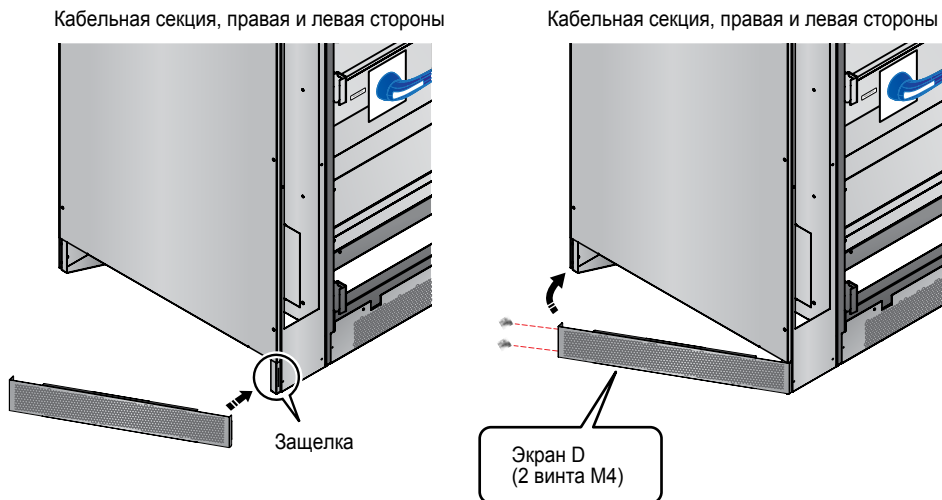

Рис. 6-7. Установка экрана D для защиты ИБП от грызунов справа
4. Находясь лицом к кабельной секции, установите экран D слева, как показано на **Рис. 6-7**.